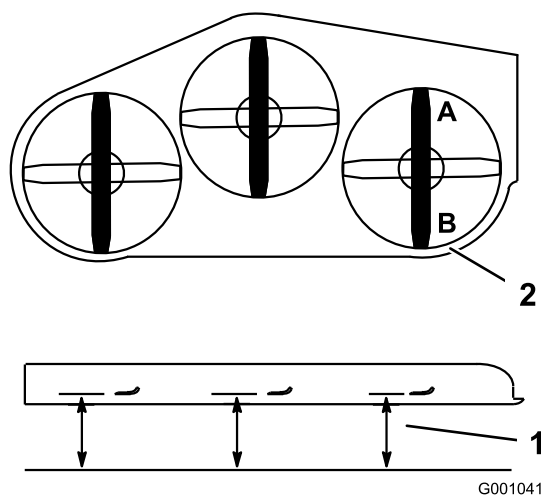

Figura 90
2. Coloque una cuchilla en posición longitudinal. Mida en las posiciones **A** y **B** desde una superficie nivelada hasta el filo de corte de los extremos de la cuchilla (Figura 90).